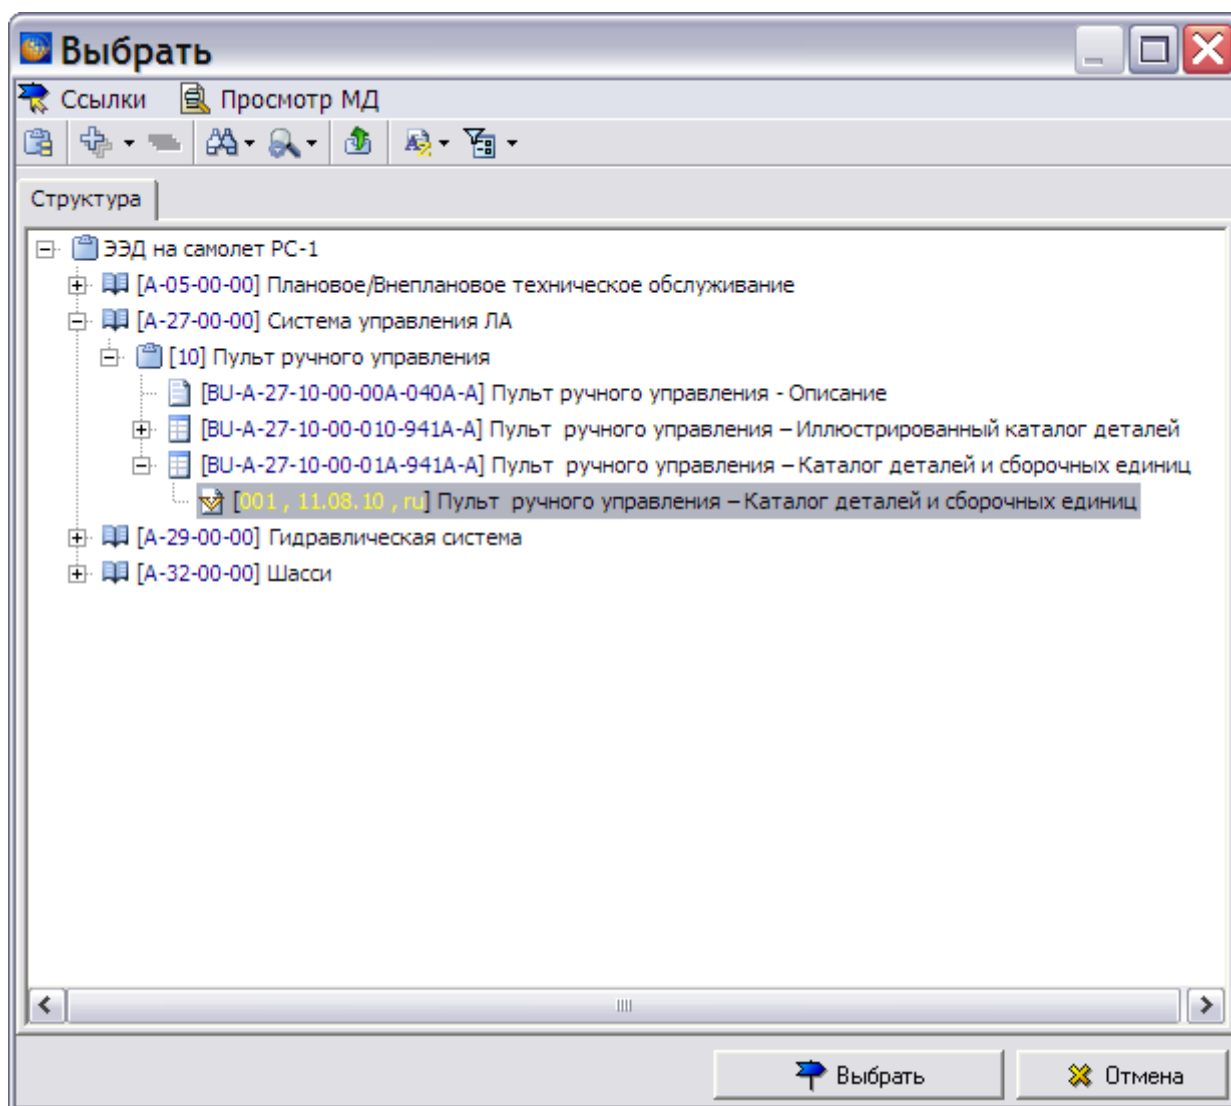

Рис. 6.42
3. В открывшемся окне **Выбрать** выберите каталог для импорта (Рис. 6.42).